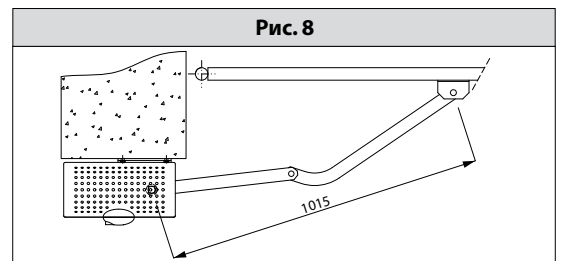

Рис. 9
4.2) Установка ручки разблокировки (Рис. 9).
- **ВНИМАНИЕ! Крючок втулки "D" должен быть вставлен в вилку рычага разблокировки (Рис. 9b). Если не попадает, разблокировка не работает.** Блокировка легко производится, повернув ручку "А" в сторону, обратную разблокировке: по часовой стрелке для левой створки, против часовой стрелки для правой створки и блокируется в таком положении ключом. Проверьте, что втулка "D" расположена горизонтально (Рис. 9b) и оденьте кожух, ручкой разблокировки с лицевой стороны, как показано на Рис. 9с.
Рис. 9б
Рис. 9с